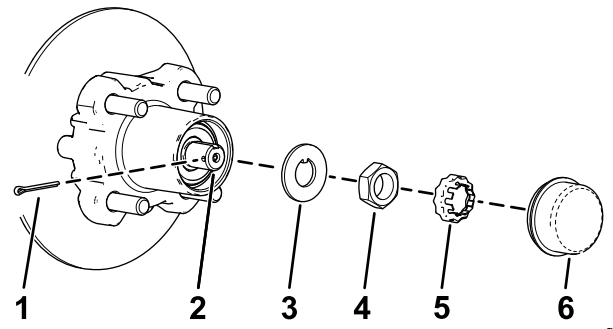
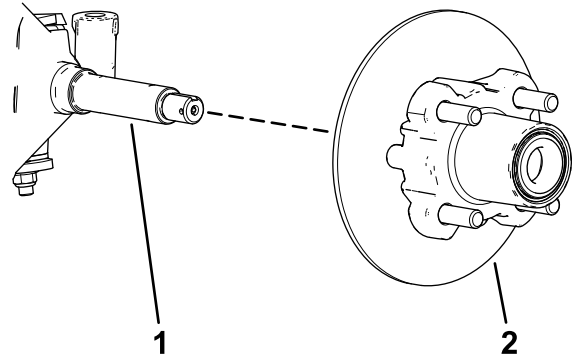

图 30
图 31
4. 从轮毂上卸下防尘盖 图 30。
5. 从主轴和主轴螺母上卸下开口销和螺母卡环 图 30。
6. 从主轴上卸下主轴螺母将轮毂和转子总成从主轴上分开 图 30和图 31。